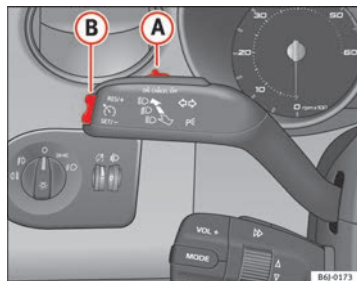

Fig. 121 Palanca de intermitentes y de luz de carretera: mando y tecla basculante para el regulador de velocidad
- Cuando se haya alcanzado la velocidad que se quiere programar, pulse brevemente la parte inferior de la tecla basculante **SET** ⇒ fig. 121 **(B)** una vez.